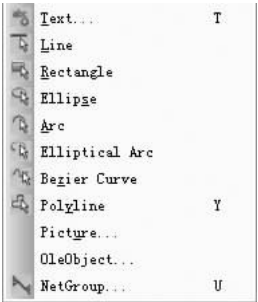

图 6-62 绘图菜单
1. 菜单栏“Place（放置）”中的绘图工具菜单命令如图 6-62 所示，选择菜单中不同的命令，就可以绘制各种图形。